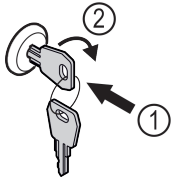

Fig. 114
- ▶ Trykk inn nøkkelen Fig. 114 (1).
- ▶ Vri nøkkelen 90° med klokka Fig. 114 (2).